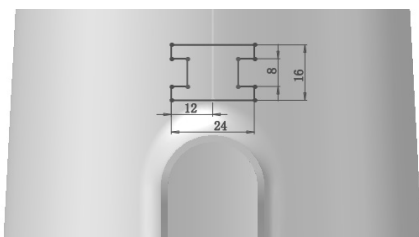

图 6-137 扫描截面
11) 绘制扫描截面。在左侧的 FeatureManager 设计树中用鼠标选择“上视基准面”作为绘制图形的基准面。单击“草图”控制面板中的（直线）按钮，绘制图 6-137 所示的草图。